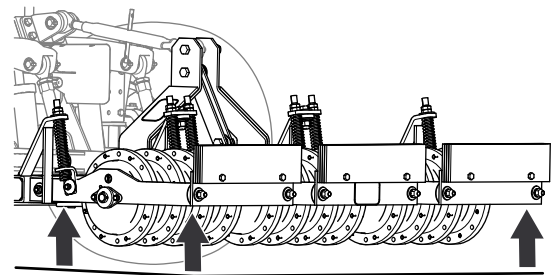

Figure 19
- Réglez les bras de l'attelage 3 points au même niveau que l'aérateur, transversalement et longitudinalement (Figure 19); voir le manuel de l'utilisateur du groupe de déplacement.